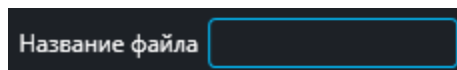

Рис. 75
2. Изменение названия файла осуществляется в поле “Название файла” (Рис. 75).